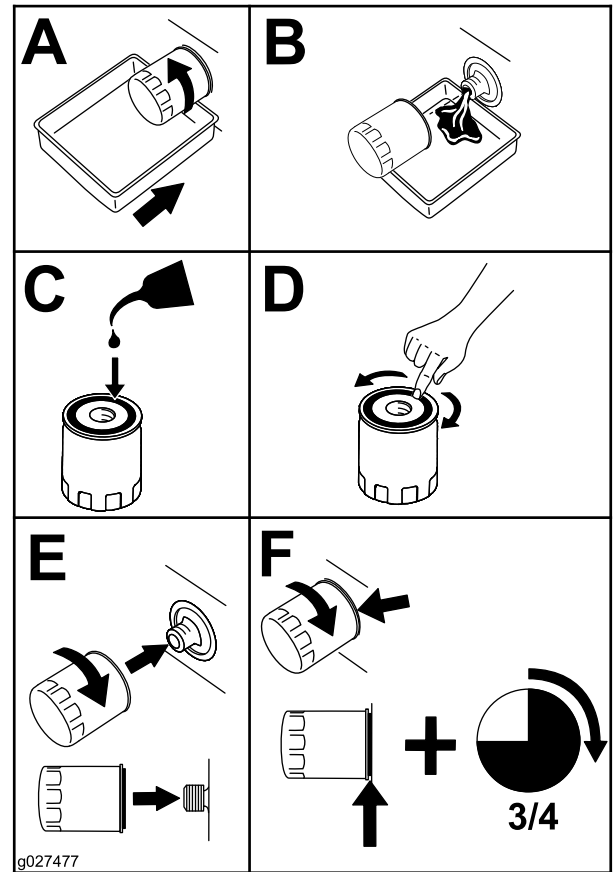

Bild 50
2. Wechseln Sie den Motorölfilter aus (Bild 50).